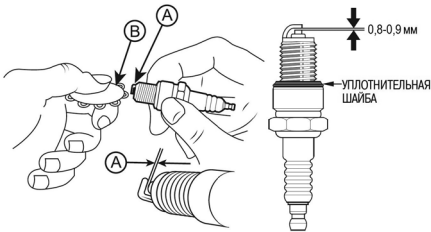

Рис. 49 Проверка зазора между электродами
4. Измерьте специальным щупом зазор между электродами каждой свечи зажигания. При необходимости, установите требуемые зазоры 0,8-0,9 мм (Рис. 49).